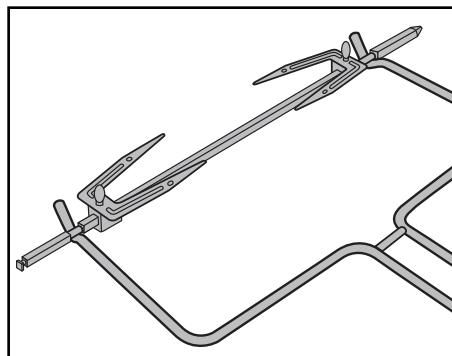

Abb. 3: Einhaken der Zange 12 beim Drehspieß 16
- Um den heißen Drehspieß 16 zu entnehmen greifen Sie mit den Haken am Ende der Zange 12 in die Vertiefungen am Drehspieß 16 (Abb. 3):